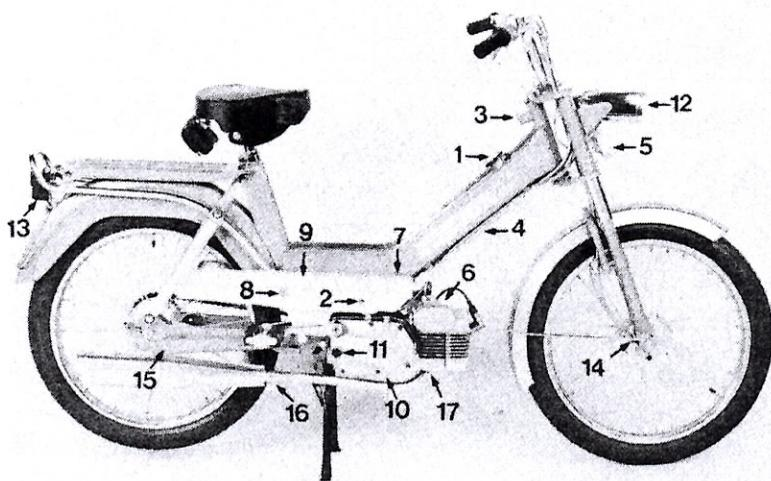

Fig. 1
- Vérifiez le plein du réservoir dont la contenance est de 4,3 litres environ. Pour libérer l'orifice de remplissage du réservoir, il suffit de tirer le bouchon (fig. 1 - n° 1) vers le haut. Après remplissage, enfoncez à fond le bouchon dans son logement. Carburant recommandé : SOLEXINE.
- Ouvrez le robinet d'essence (fig. 1 - n° 2) en enfonçant le bouton dépassant du carter de protection, côté silencieux d'échappement.
- Si le moteur est froid, fermez le starter en abaissant le levier (fig. 1 - n° 6 ou fig. 9 - n° 7).